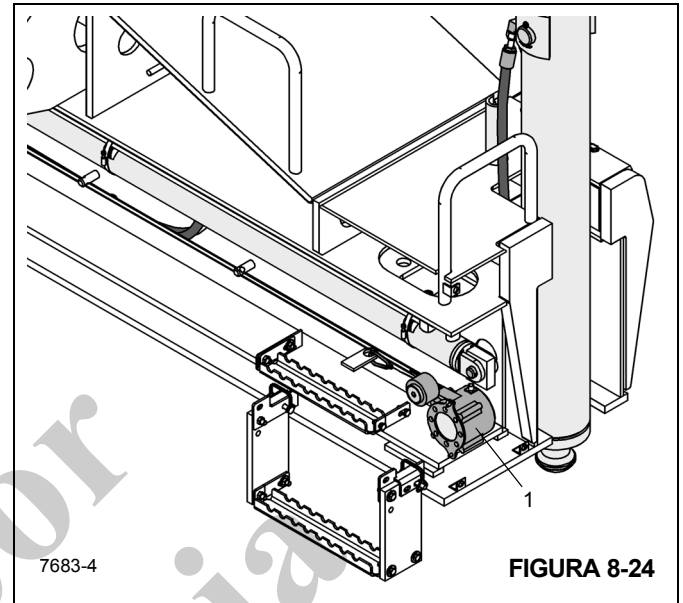

FIGURA 8-24
3. Retire el conector de potenciómetro del OMS (Figura 8-24) del punto de conexión en la viga del estabilizador.
2. Instale el potenciómetro del OMS lo suficiente para engancharlo en el agujero alargado con la tornillería de montaje superior (Figura 8-24).